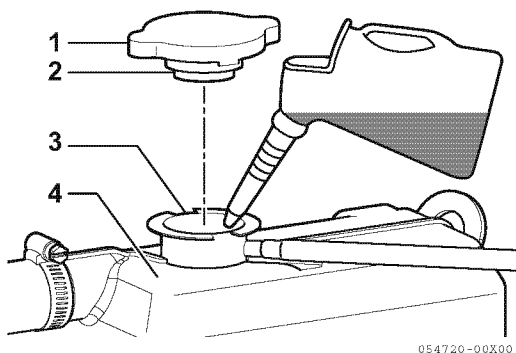

Figure 11
4. Giet langzaam koelvloeistof in het koelvloeistof reservoir / warmtewisselaar (**Figure 11, (4)**) om luchtbelln te voorkomen. Blijf bijvullen totdat de koelvloeistof uit de opening stroomt.
5. Breng de vuldopkranen (**Figure 11, (1)**) met vulopening inkepingen (**Figure 11, (3)**) en draai de vuldop (**Figure 11, (2)**) strakker.